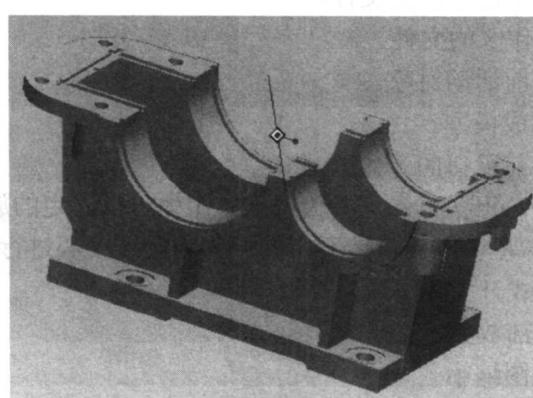

图 1.5 旋转中心图标和旋转轴标志
- (1) 将光标置于绘图主窗口，并滚动鼠标中键滚轮，则当前视图与光标所在处的空间距离将发生变化。向前滚动鼠标中键滚轮，则实体远离，即实体在屏幕中的视图变小；向后滚动鼠标中键滚轮，则实体靠近，即实体的视图变大。
- (2) 将光标置于绘图主窗口，按住鼠标中键并拖动鼠标，则当前视图将沿鼠标移动方向旋转，旋转中心位置由工具条中旋转中心开关按钮 决定。当旋转中心开关按钮处于按下状态时，视图将以旋转中心图标为中心进行旋转；当旋转中心开关按钮处于弹起状态时，视图将以按下鼠标中键时光标所在位置为旋转中心进行旋转。旋转时，旋转中心处会出现如图 1.5 所示的旋转中心的方框标志和红色旋转轴标志。